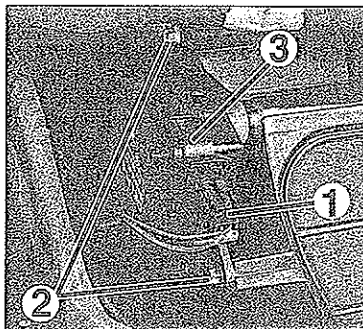

FIG. 17
• Desenchufar el conector (1) (fig. 17).
• Aflojar los tres tornillos (2).
• Retirar el motor (3) de la trampilla de reciclaje de aire.